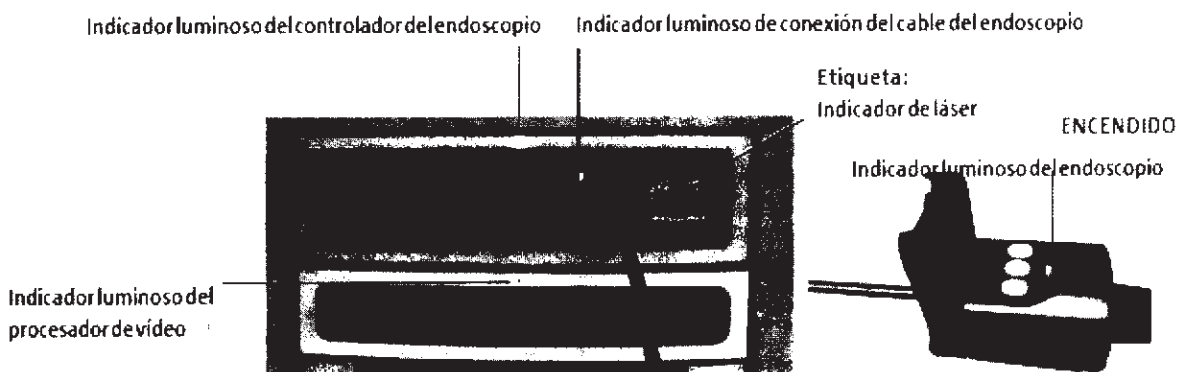

Figura 7.6 Ubicaciones del indicador luminoso del sistema de visión
Para utilizar el endoscopio, su cable integrado debe estar conectado al controlador del endoscopio. Cuando el sistema detecta que el endoscopio se ha conectado, el indicador luminoso que se encuentra junto al conector se ilumina, indicando una conexión correcta (Figura 7.6).
2. Enchufe el conector en el controlador del endoscopio (Figura 7.7). Una vez que el cable está totalmente conectado, el indicador luminoso que hay junto al conector se ilumina (Figura 7.6).